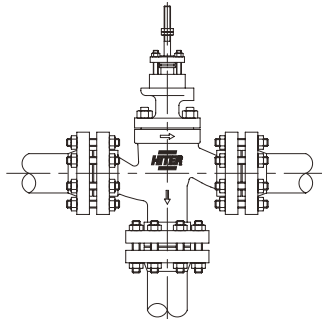

Fig. 1 - Instalação da válvula.
4.6. A posição de instalação deve ser de maneira que o atuador fique sobre a válvula e na posição vertical (fig. 1). Caso seja impossível, deve-se buscar a posição mais próxima da vertical. A posição horizontal deve ser evitada e em alguns casos deverá haver um suporte para o atuador.